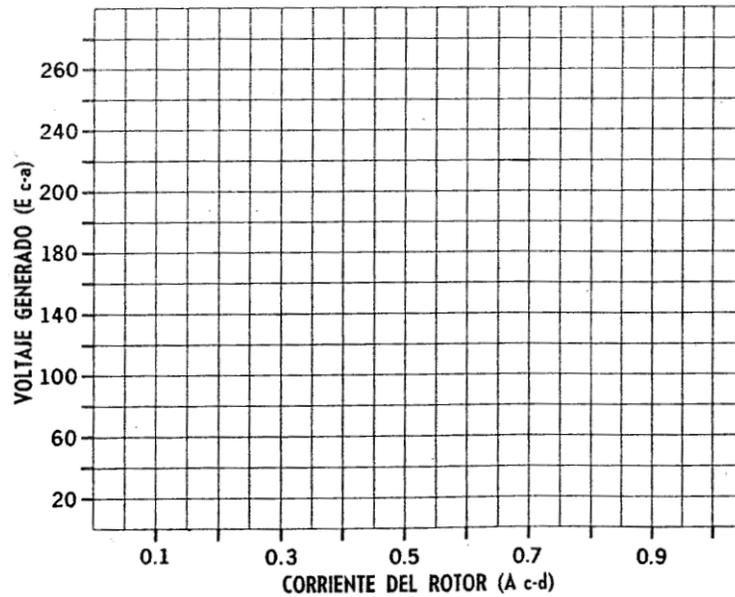

Figura 10-3.
1. a) En la gráfica de la **Figura 10-3**, marque los valores promedio de voltaje en función de los valores de corriente de c-d, tomados de la **Tabla 10-1**.